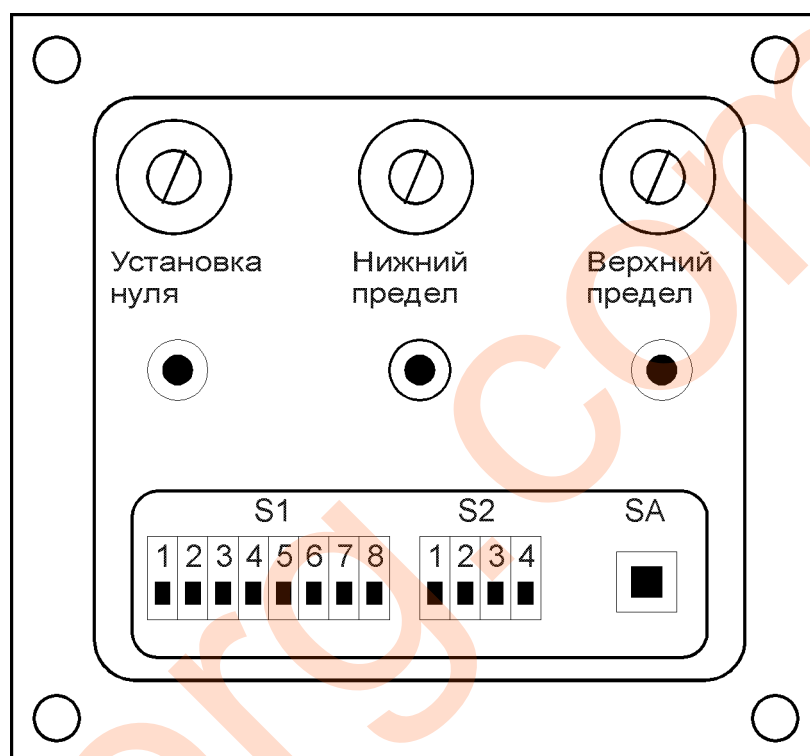

Рисунок 1
1.3.2.2 Под защитной металлической крышкой (рисунок 1):